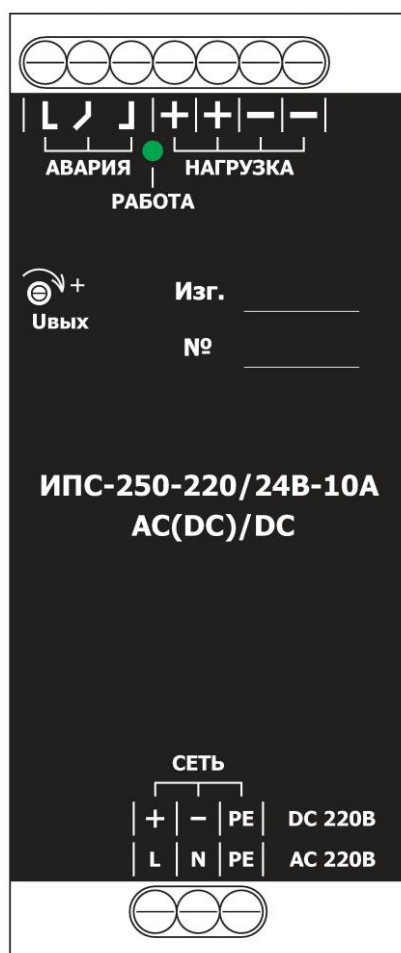

Рисунок 3. Вид спереди ИПС-250-220В/24В-10А (АС(DC)/DC).
6.2 При необходимости регулирования величины выходного напряжения используется потенциометр на передней панели ИПС. Поворот по часовой стрелке приводит к увеличению величины выходного напряжения соответственно (см. рисунок 3).